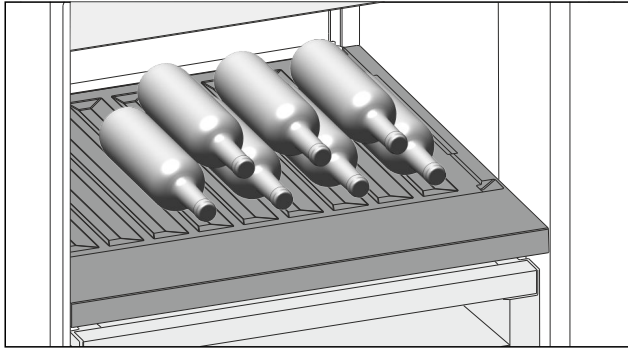

Fig. 222 Beispielfhafte Darstellung
- Flaschen mit dem Boden nach hinten zur Rückwand einlegen. (siehe Fig. 222)